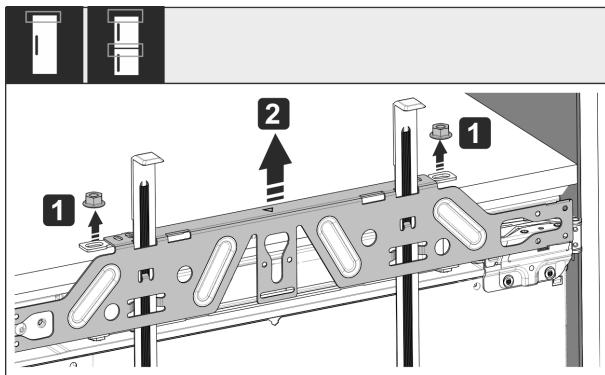

Fig. 58
- Povolte pojistné matice Fig. 58 (1).
- Sejměte upevňovací příčník Fig. 58 (2).